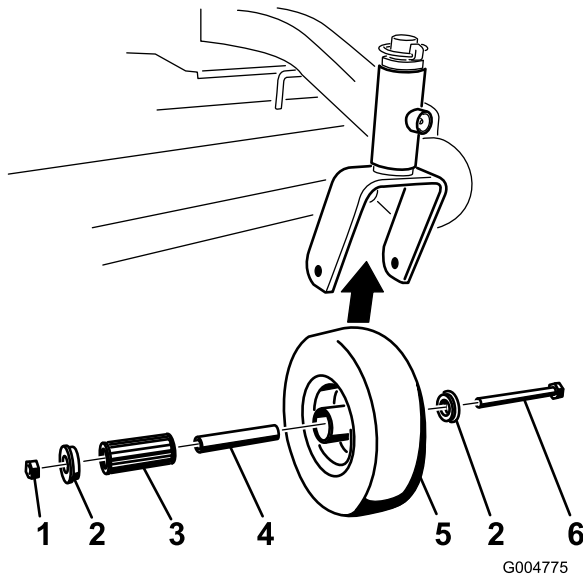

Figura 35
1. Retire la contratuerca y el perno que sujetan la rueda giratoria a la horquilla (Figura 35).
2. Retire un solo casquillo y tire del casquillo intermedio y del cojinete de rodillos para sacarlos del cubo de la rueda (Figura 35).
3. Retire el otro casquillo del cubo de la rueda y limpie la grasa y la suciedad del cubo de la rueda (Figura 35).
4. Inspeccione el cojinete de rodillos, los casquillos, el casquillo intermedio y el interior del cubo de la rueda para comprobar que no están desgastados. Cambie las piezas defectuosas o desgastadas (Figura 35).
5. Para montar el conjunto, coloque un casquillo en el cubo de la rueda. Engrase el cojinete de rodillos y el casquillo intermedio y deslícelos en el cubo de la rueda. Coloque el segundo casquillo en el cubo de la rueda (Figura 35).
6. Instale la rueda giratoria en la horquilla y fíjela con el perno y la contratuerca. Apriete la contratuerca hasta que el casquillo intermedio se apoye contra el interior de las horquillas de las ruedas giratorias (Figura 35).